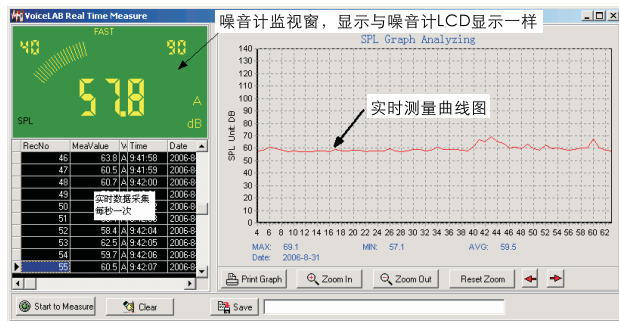

图31
- 点击“File”菜单下的“Real Time Measure”或工具栏上的“real Time Measure”按钮，弹出画面如图31: